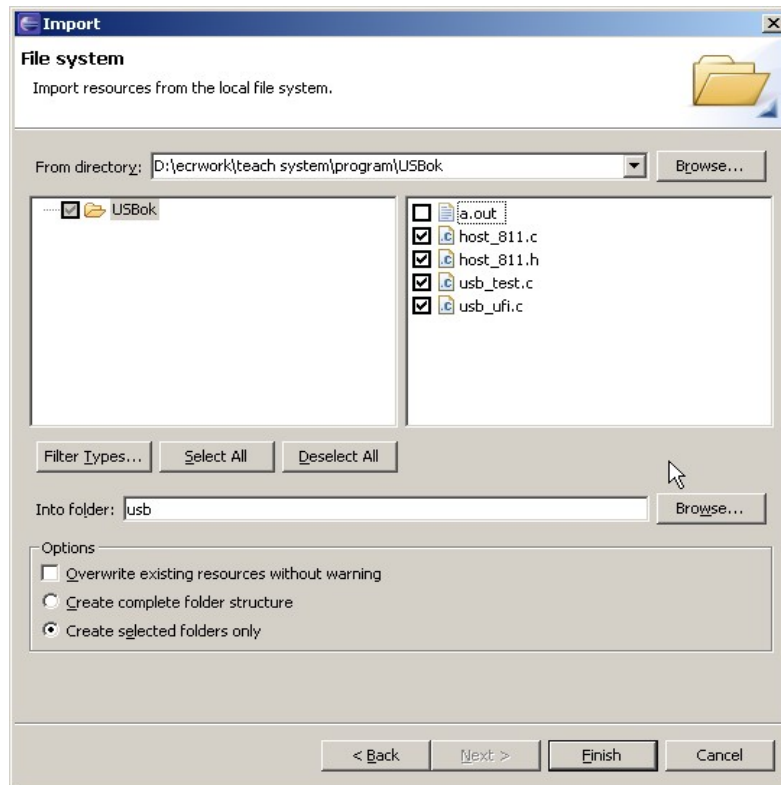

图 4-11 在工程中添加源文件
6. 向工程中添加源文件：在工程导航栏选中工程，点右键，浮动菜单中选择 Import 项，弹出文件选择对话框，如图 4-11 所示：